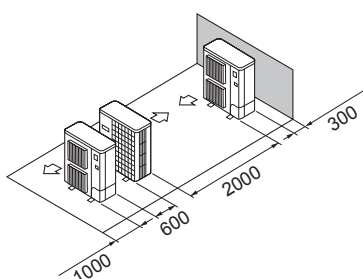

Fig. 2-16
- ⑤ Vienoje eilėje lygiagrečiai montuojamų įrenginių išdėstymas (Fig. 2-16)